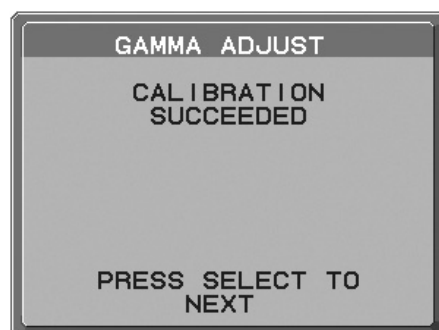

Figure 16
- Un message apparaît lorsque le CALIBRATION SUCCEEDED (CALIBRAGE A ÉTÉ EFFECTUÉ AVEC SUCCÈS) (**Figure 16**) ; appuyez ensuite sur SELECT. Pour sortir du mode calibrage, appuyez sur « EXIT ».